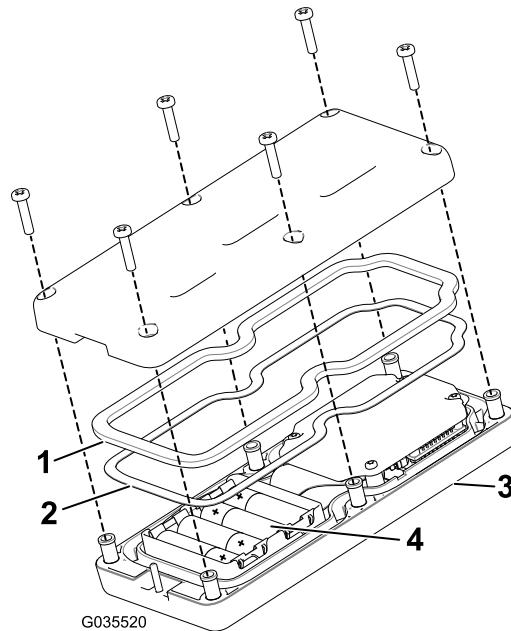

Figura 31
3. Retire los 6 tornillos de la parte trasera del control remoto y quite la tapa (Figura 31).
5. Inserte cada batería nueva en su alojamiento observando la polaridad correcta. (Si las pilas se instalan de forma incorrecta, la unidad no resultará dañada, pero no funcionará.) El alojamiento lleva marcas de polaridad para cada terminal grabadas en relieve (Figura 31).
6. Si quita la junta de goma o el obturador de acero por accidente, colóquelos de nuevo con cuidado en su lugar del control remoto de mano (Figura 31).
7. Vuelva a colocar la tapa y ajústela con los 6 tornillos que retiró anteriormente (Figura 31) y apriételos a 1,5-1,7 N·m (13-15 pulg-lb).